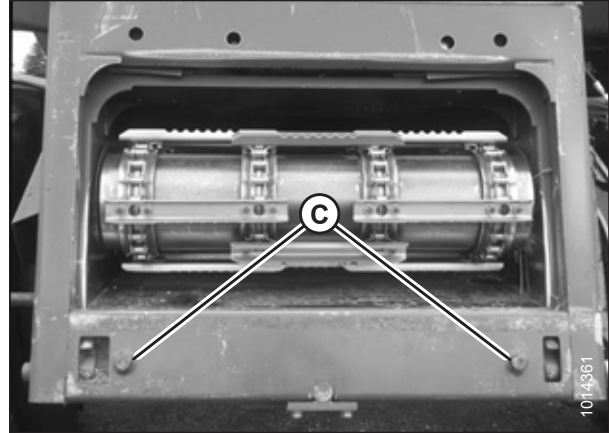

Figure 4.69: Goupilles d'alignement AGCO Group
2. Démarrez le moteur et rapprochez lentement la plateforme jusqu'à ce que le convoyeur soit directement sous la traverse supérieure (A) du module de flottement et que les goupilles d'alignement (C) (voir la figure 4.69, page 364) du convoyeur soient alignées avec les trous (B) du châssis du module de flottement.